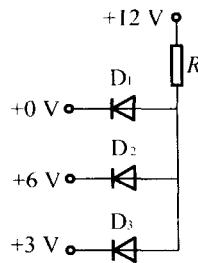

图 1-8
1.2 在图1-8所示电路中,所有二极管均为理想元件,则D₁、D₂、D₃的工作状态为()。